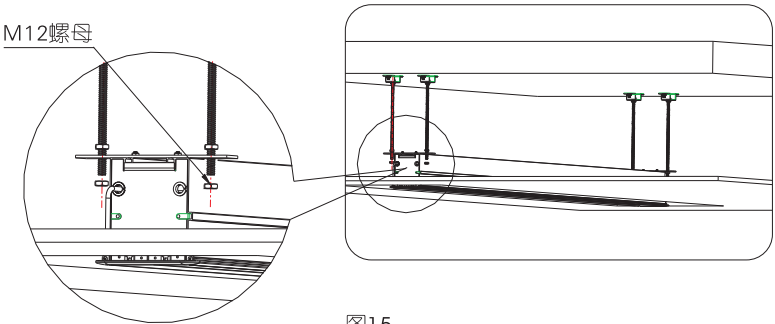
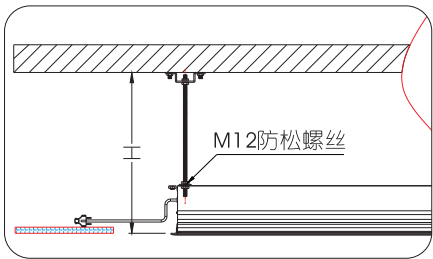

图15
图16
7.用M12螺母将银幕固定住,如图15所示，再通过调节螺母将其安装距离调节至H（混凝土房顶的底面到天花板的底面高度距离），拧下M12防松螺母，将整支银幕安装牢固，如图16所示,并接上电源。